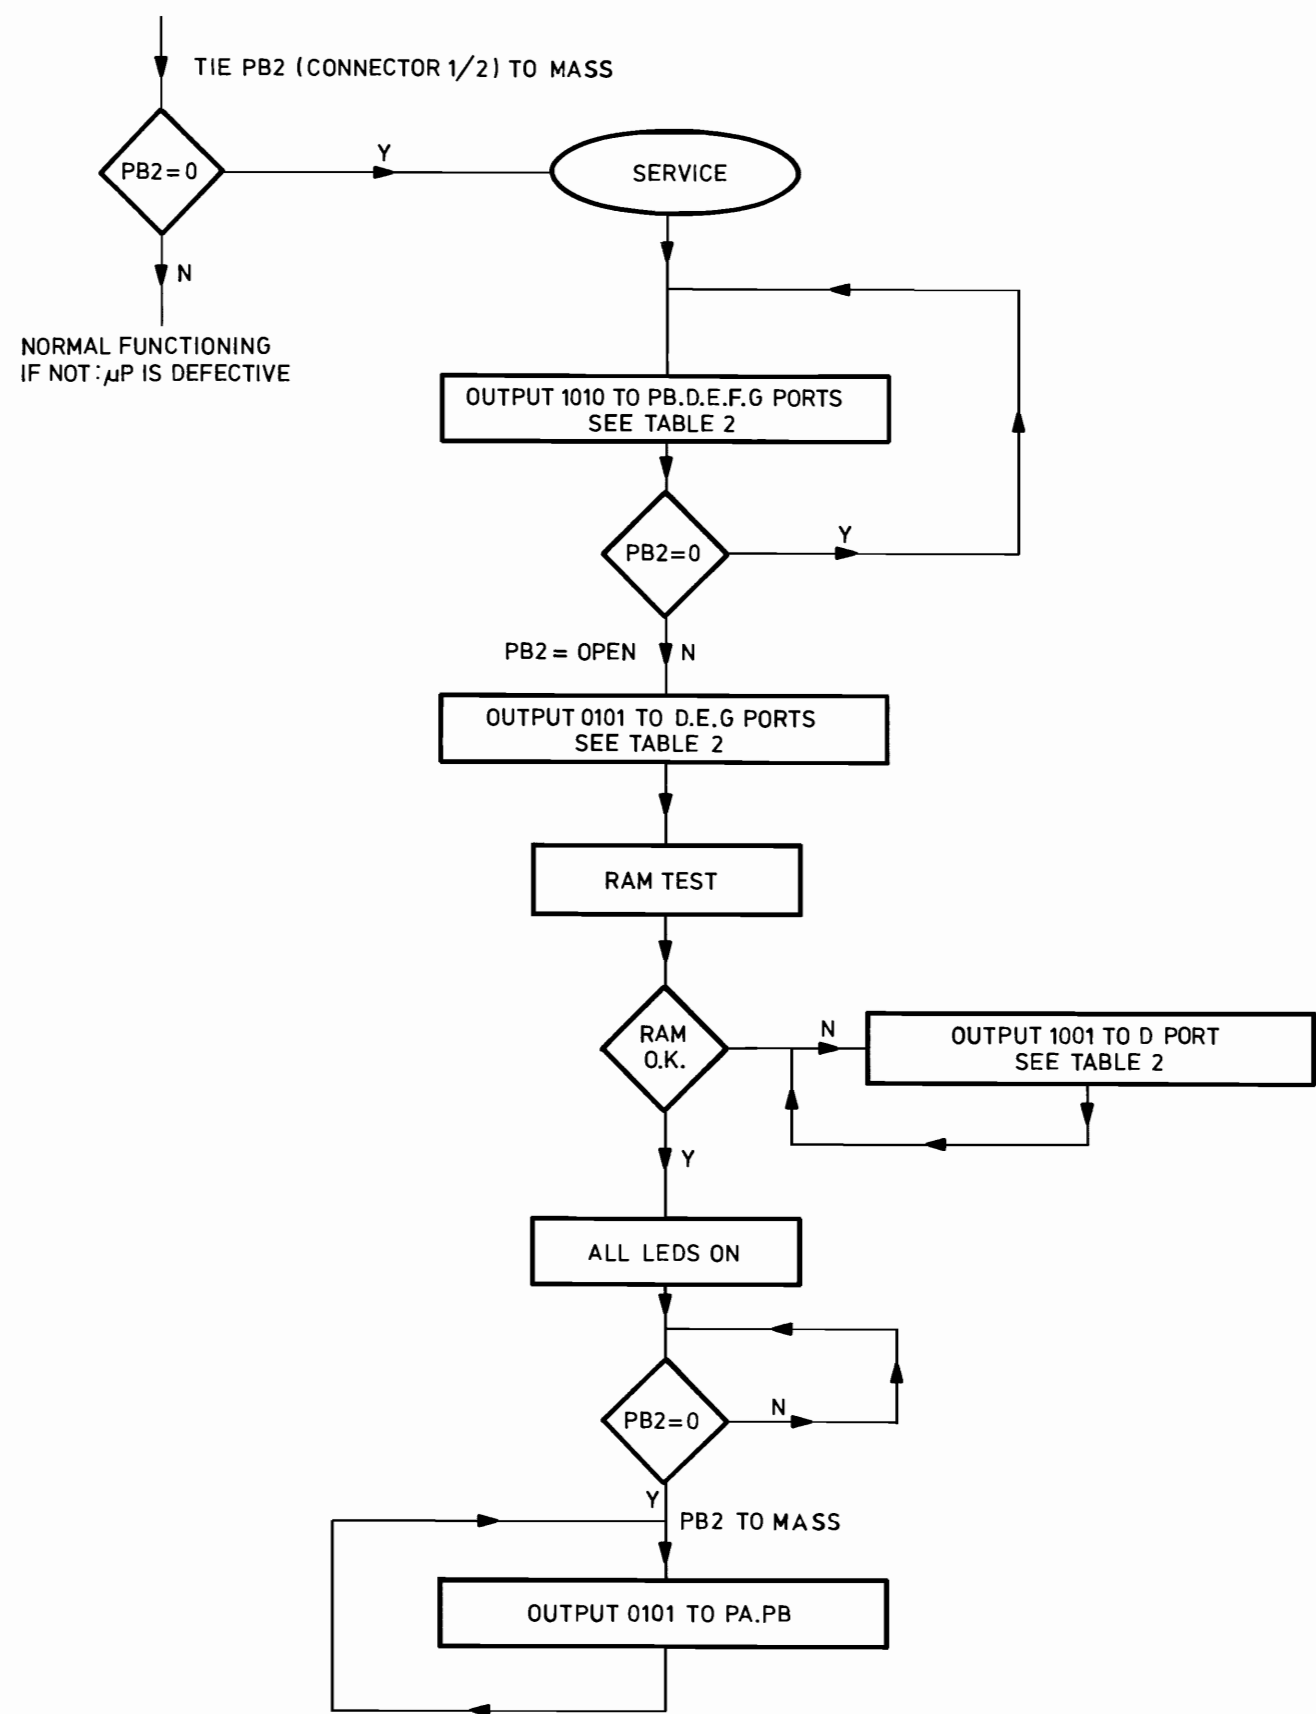

Fig. 4
7. Nadat de On/Off knop is bediend zal de 2e μ P in het service testprogramma komen. Voor meer details zie het Flow Chart van de 2e μ P testprogramma (Fig. 4). Eerst geeft de LCD-display 87,5 MHz aan (of laatste zenderkeuze).
7. Après avoir agi sur le bouton On/Off (marche/arrêt), le second μ P sera mis au programme de test service. Pour plus de détails, consulter l'organigramme du programme de test du 2ème μ P (Fig. 4).
7. Nachdem der On/Off-Knopf betätigt worden ist, wird der 2. μ P in das Serviceprüfprogramm gelangen. Nähere Einzelheiten siehe das Flussdiagramm des 2. μ P-Prüfprogramms (Bild 4). Zunächst zeigt die Flüssigkristallanzeige 87,5 MHz (oder letzte Senderwahl) an. Dann Konn. 1/2 von Masse trennen. Nun werden alle Leuchtdioden aufleuchten. Anschliessend Konn. 1/2 an Masse legen. Im 2. Serviceprüfprogramm können diverse Stifte mit einem elektronischen Voltmeter kontrolliert werden. Die gemessenen Werte müssen dann mit den in Tabelle 2 aufgeführten Werten übereinstimmen. Wenn keine LED-Anzeige vorliegt, muss der Ausgang von Tor D gemessen werden.